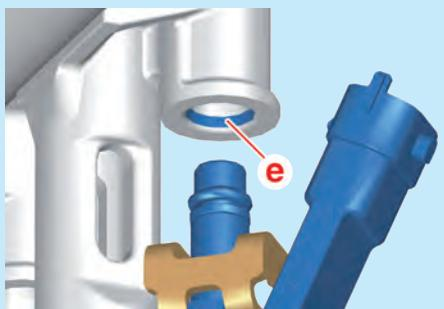

Fig.9
- Appliquer une fine couche de lubrifiant sur le pourtour de l'orifice d'injecteur en (e) sur la rampe d'injection (Fig.9).